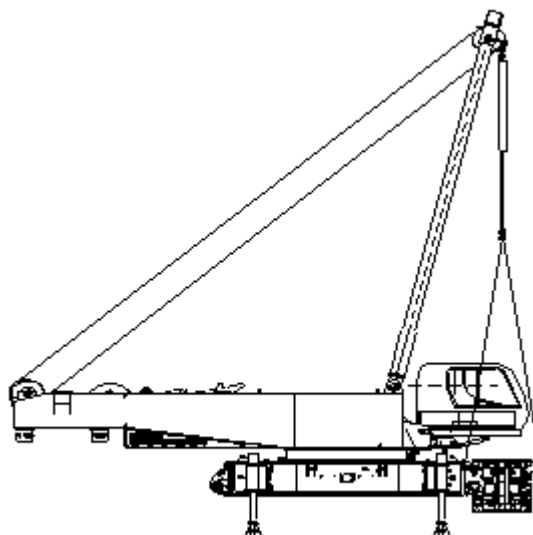

Рисунок 3-23 Перемещение гусеничной тележки к месту монтажа
4. Поднять портал для уменьшения вылета, переместите направляющую раму на соответствующую сторону базовой части крана (рисунок 3-23).